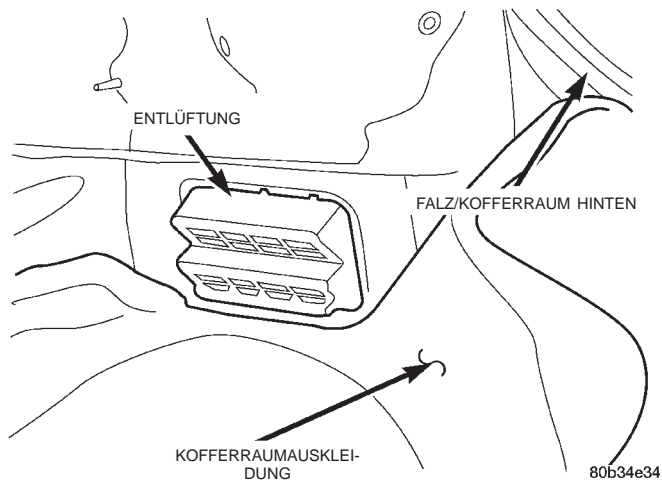

Abb. 1 Entlüftungsschacht
- (1) Kofferraumdeckel öffnen.
- (2) Kofferraumauskleidung beiseite schieben, um die Entlüftung in der rechten/linken hinteren Ecke des Kofferraums freizulegen (Abb. 1).
- (3) Vom Kofferraum aus die Entlüftung nach außen drücken, so dass die Halteclips ausrasten.
- (4) Unter die Verkleidung greifen und die Entlüftung aus dem Seitenteil des Kofferraums nach außen abziehen.
- (5) Entlüftung vom Fahrzeug abnehmen.